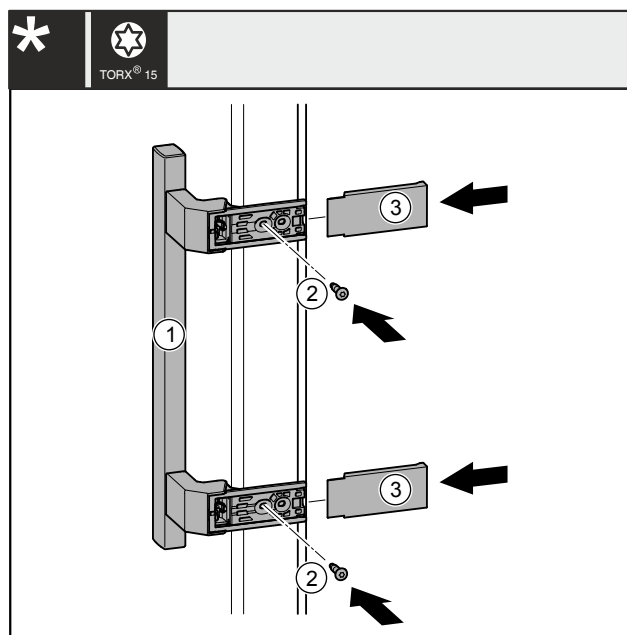

Fig. 41
- Applicare la maniglia Fig. 41 (1) sul lato opposto.
- Stringere le viti Fig. 41 (2) con un cacciavite.
- Applicare le coperture Fig. 41 (3) lateralmente e spingerle in sede, in modo che si innestino.